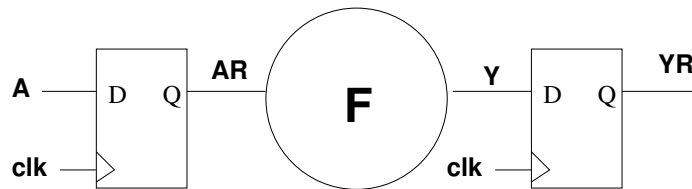

FIG. 1 : Architecture synchrone
2.1 Analyse d'une structure synchrone utilisant la fonction (F)
La **figure 1** présente une utilisation de la fonction (F) dans un environnement synchrone. La structure reçoit une suite de valeurs A_0, A_1, \dots et doit générer une suite de valeurs $F(A_0), F(A_1), \dots$